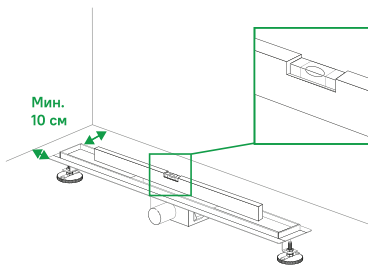

Рис. 2 / Сур-2
1. Отрегулируйте с помощью опор и уровня положение лотка. Рекомендованный отступ от стены до краев корпуса лотка – 10 см (рис. 2).